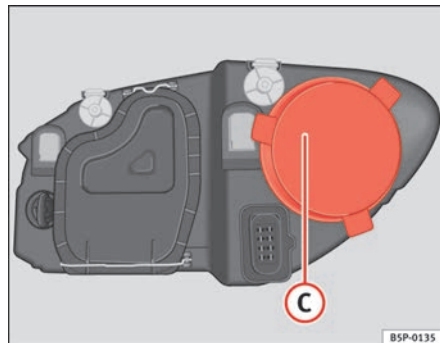

Abb. 162 Fernlicht
- Den Deckel ⇒ Abb. 162 C abziehen.